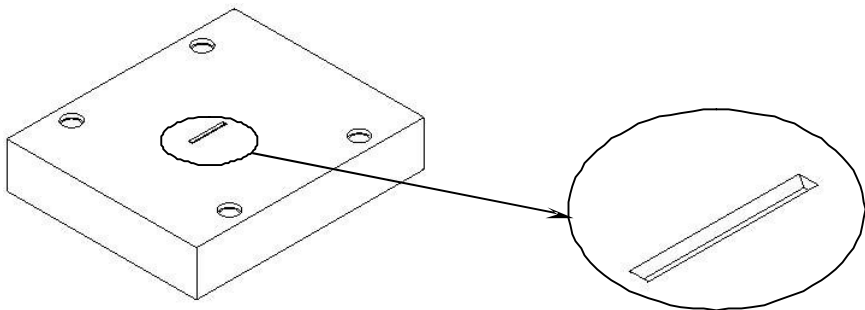

图7-88
35. 选择上一步绘制的草图轮廓，在【成形特征】工具条中单击【拉伸】按钮，弹出【拉伸】对话框。在【选择步骤】复选框中选择【求差】选项并选择 A 板，分别在【起始】和【结束】输入框中输入“-25”和“65”，单击 **确定** 按钮创建拉伸切除特征，如图 7-88 所示。